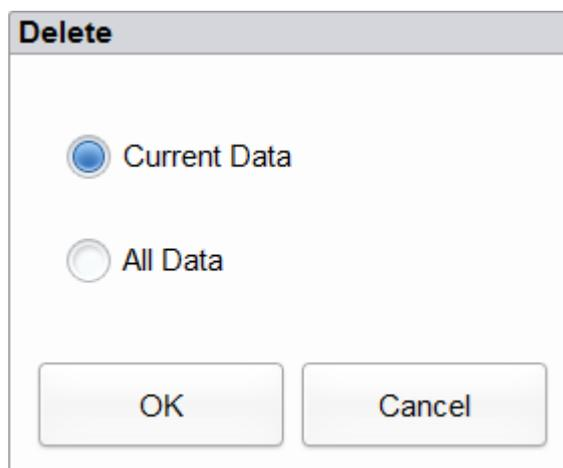

Рис. 9-11 Удаление текущих результатов КК (из графика КК)
- b. Выберите **Current Data** (Текущий результат) из диалогового окна, как показано на Рис. 9-11: